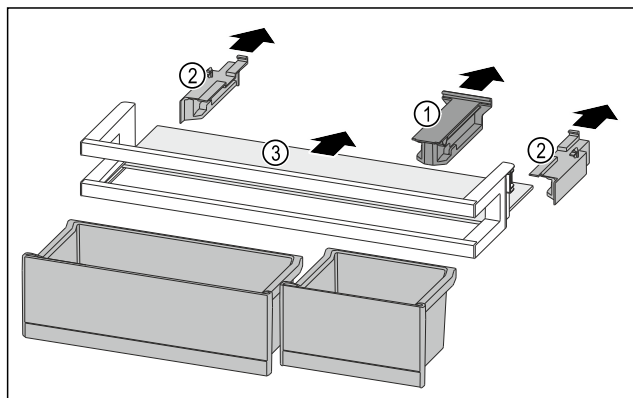

Fig. 117
- Bevestigingsdeel Fig. 117 (1) wegtrekken.
- Zijdelen Fig. 117 (2) wegtrekken.
- Draagplateau Fig. 117 (3) verwijderen.